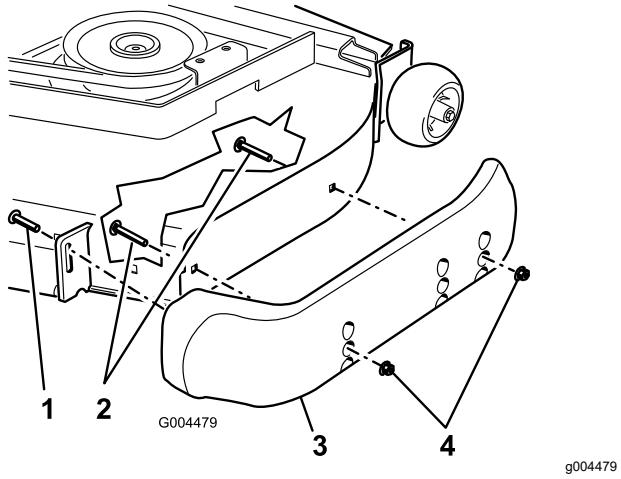

Bild 9
3. Lösen Sie die Schraube vorne an jeder Kufe. Die Guardian-Rasenmäher besitzen zwei Kufen und eine Kufe an den Seitenauswurfmähwerken (Bild 9).